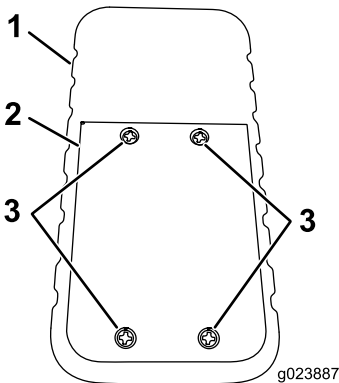

Figura 57
1. Solte os 4 parafusos de fixação da tampa do compartimento de pilhas (Figura 57).